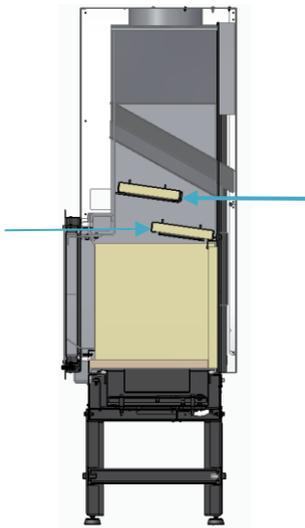

Figure 11
g) Vérifiez que les déflecteurs sont dans la bonne position, Figure 11. **Veillez noter que** les plaques peuvent avoir bougé pendant le transport.